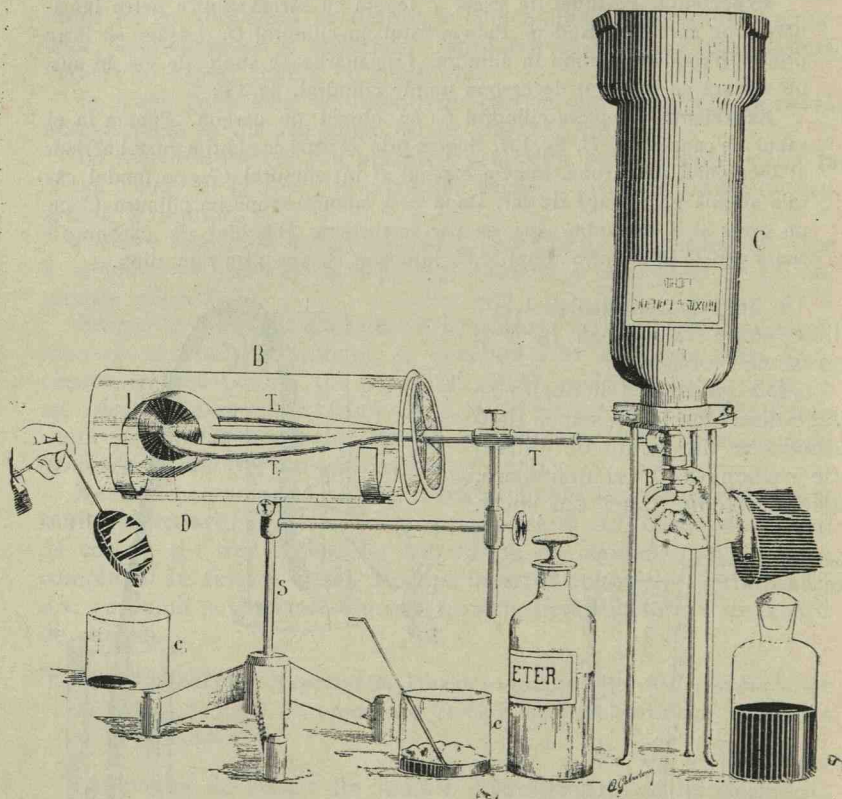

Fig. 138. Solidificarea bioxidului de carbon cu aparatul Teclu.
**Bioxidul de carbon solid** se prepară lesne cu aparatul *Teclu*, fig. 138.